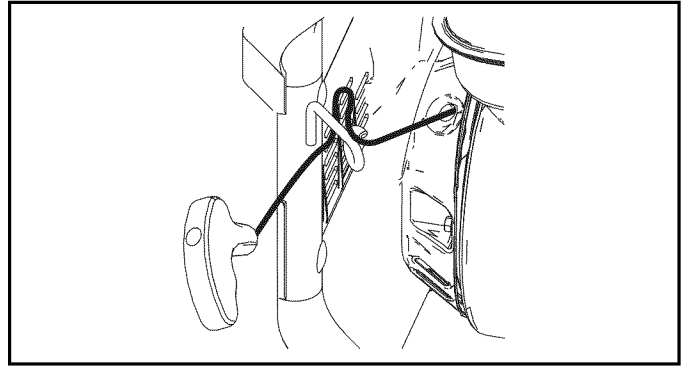

Figura 4-7. Gancho para la cuerda de arranque
7. Coloque la cuerda de arranque en el soporte como se muestra (Figura 4-7).